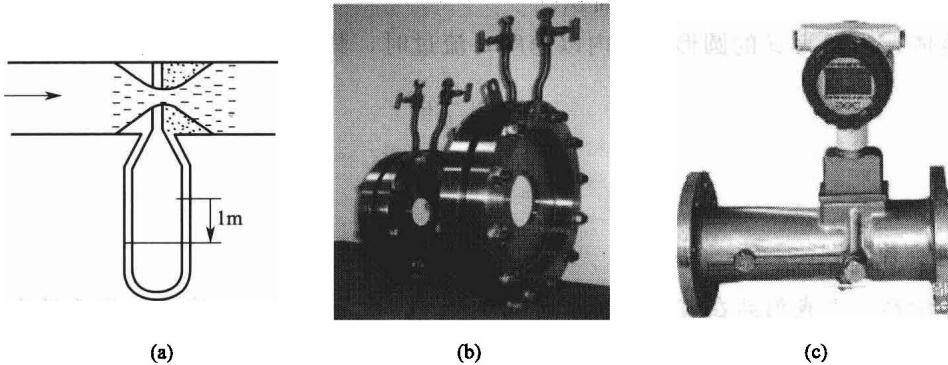

图1-6 孔板流量计
② 孔板流量计 如图1-6所示，孔板流量计是在管道中装有一块中央开有圆孔的金属板，要求孔板中心线与管道中心线重合。图1-6(a)为测量原理图，由孔板进出口的压差来获得流体的流量；图1-6(b)在孔板的两侧装上U形管测压差；图1-6(c)将流量值直接显示在仪表上。